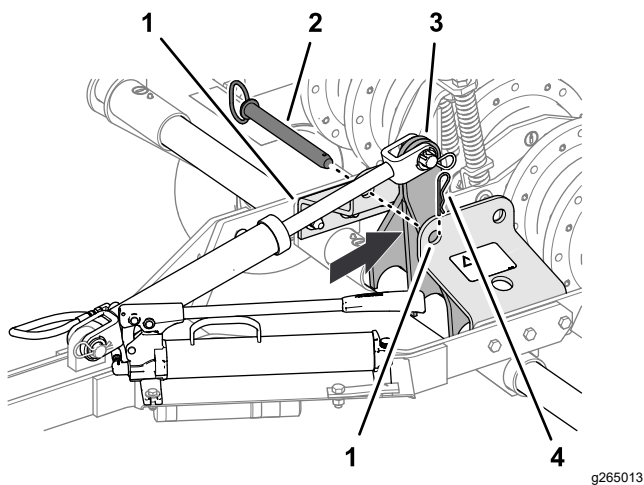

Рисунок 12
5. Используя ручной гидравлический насос, переместите подъемный рычаг (Рисунок 12) так, чтобы он был расположен непосредственно позади передних отверстий в кронштейне стопорной штанги (положение транспортировки).
6. Вставьте штифт стопорной штанги в передние отверстия кронштейна стопорной штанги и закрепите штифт стопорной штанги в кронштейне игольчатым шплинтом (Рисунок 12).